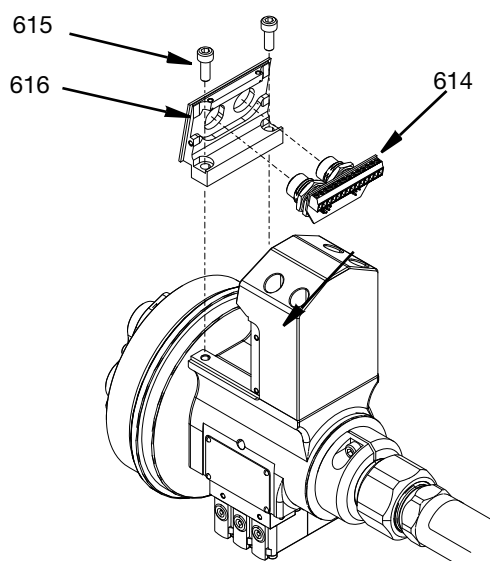

FIG. 38
- Conecte las conexiones de cables (617) de las válvulas solenoide y, si están equipados, los cables del sensor RTD (609) y/o del transductor de presión (610) que van al conector de cable doble (614). Consulte el apartado **5 clavijas - Sin sensor para 25T991 y 25T994** en la página 47 y **Conexiones de 5 y 8 clavijas para los sensores de temperatura y presión. Modelo n.º 25T992, 25T993, 25T995 y 25T996** en la página 48.
- Instale el conector de cable doble (614) en el soporte del conector doble (616) y apriete las tuercas. Aplique lubricante antiagarrotamiento, fije el soporte del conector al conjunto del alojamiento de la pieza giratoria (511) con dos tornillos M5 de cabeza hueca (615) y apriételes a 6,5 N•m (57,5 lb-pulg.). Consulte la FIG. 38.